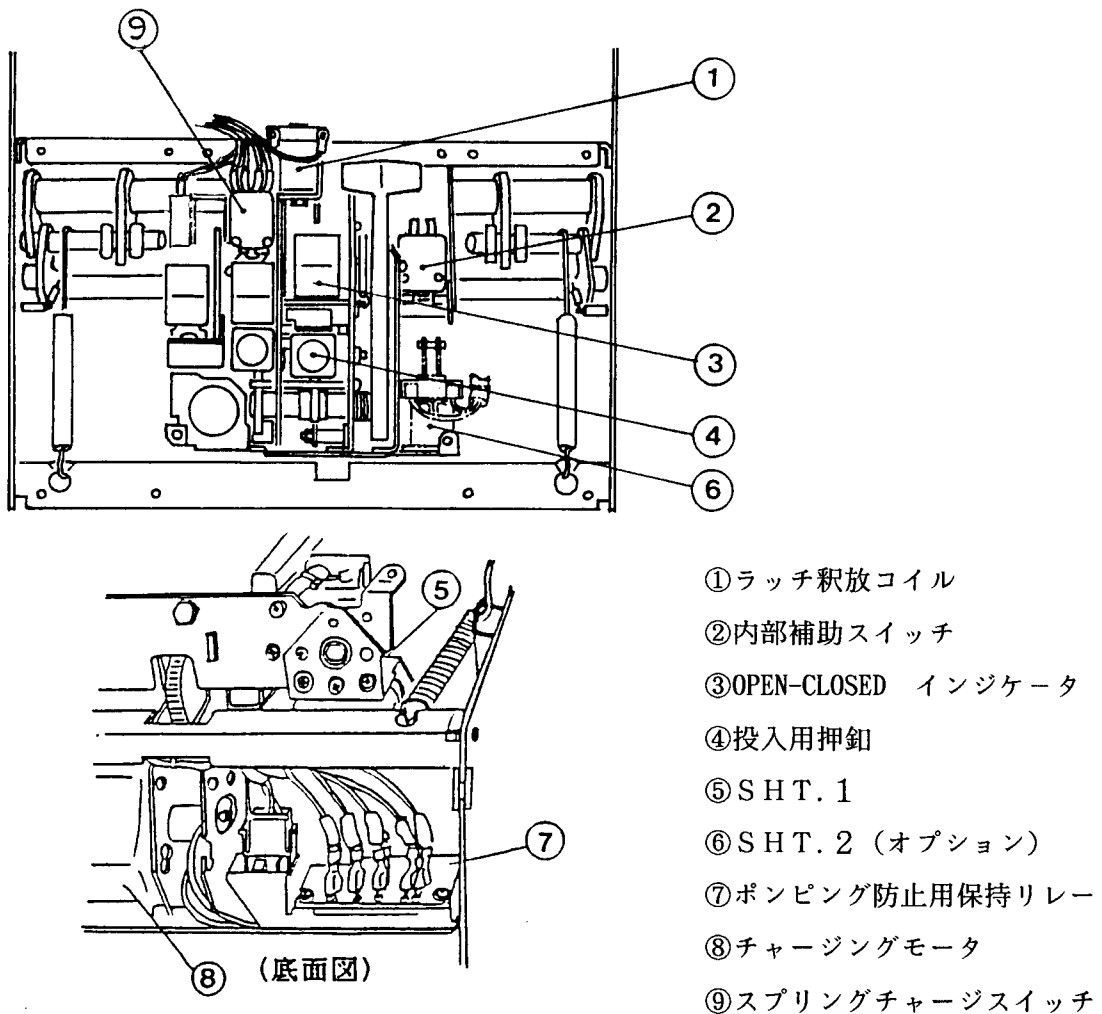

図45. 内部付属装置配置図
- 投入用押釦とOPEN-CLOSED インジケータ (図45③) の間に手指や工具などを入れないで下さい。遮断器が投入したとき、ギャップが無くなり手指や工具を挟み危険です。